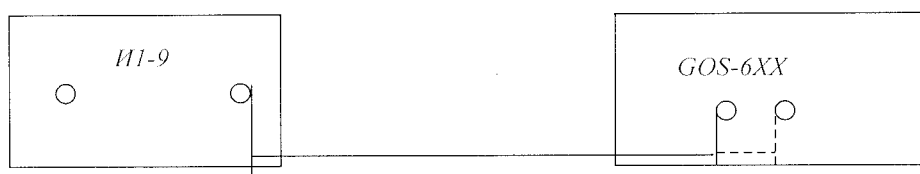

Рис.2
8.6.3.2 Определение погрешности коэффициентов развертки производится методом прямых измерений при помощи калибратора осциллографов импульсного ИИ-9. Схема соединения приборов приведена на рис.2